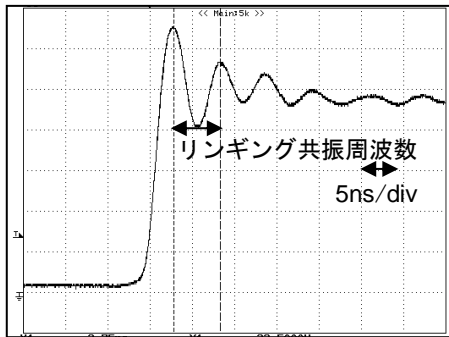

Figure 76. PWM 出力波形 (リングング共振周波数の測定)
1. OUT 端子において、PWM 出力波形(立ち上り時)のリングング共振周波数 f_1 を、FET プローブを使用して測定してください。(Figure 76)